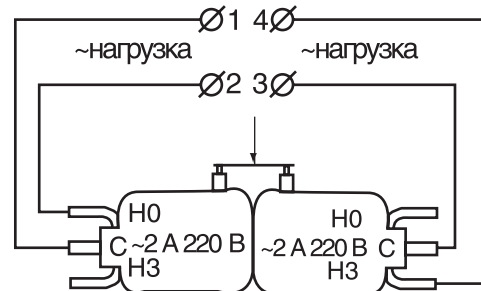

Рисунок 3
- Потребитель может произвести настройку датчика-реле тарировочными грузиками, пользуясь графиком (рисунок 3).